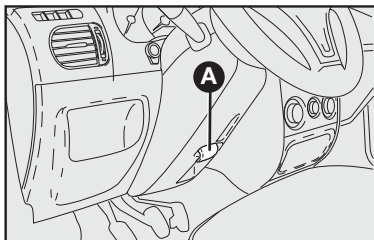
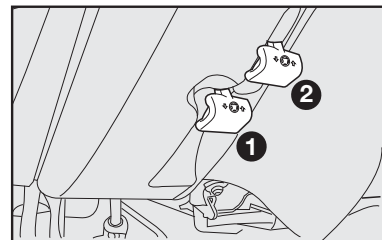

fig. 12
fig. 13
VOLANTE - fig. 12 e 13
- 1) Deslocar a alavanca **A-fig. 12** para a posição **2-fig. 13**;